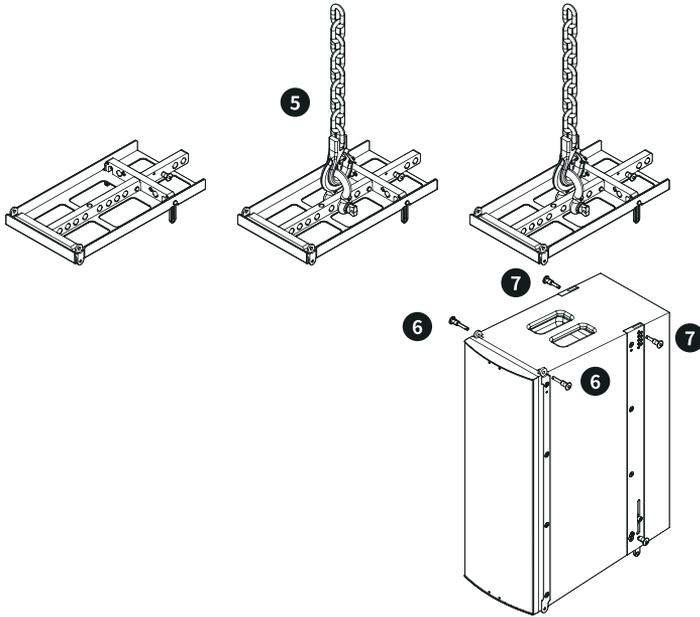

图 16. 连接 M-FXA FS 低音音箱到 M-F3A FS BF 吊架
5. 根据所需的倾斜角度选择相应的孔位,使用合适的卸扣将 M-F3A FS BF 吊架连接至起重链条,如图16所示。
7. 通过 M-F3A FS BF 吊架后侧的折叠式铝条固定顶部安全插销,从而完成低音音箱上后部的锁定。请参见图 16。